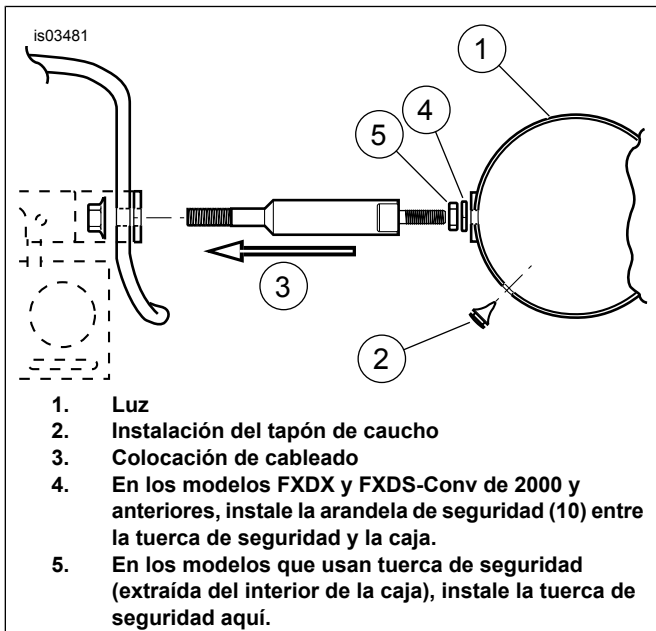

Figura 7. Montaje típico de la caja y colocación de cables para los modelos equipados con soportes estilo tubo
- e. Vea la Figura 7. Instale el tapón de caucho dentro del agujero desocupado por los cables.
6. Vea la Figura 7. Instale la caja de la luz en el soporte como se muestra.